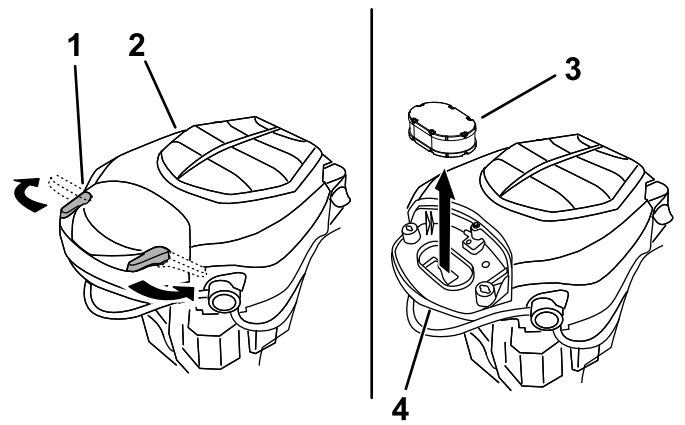

Figura 33
3. Instale la tapa y sujétela con los enganches (Figura 33).